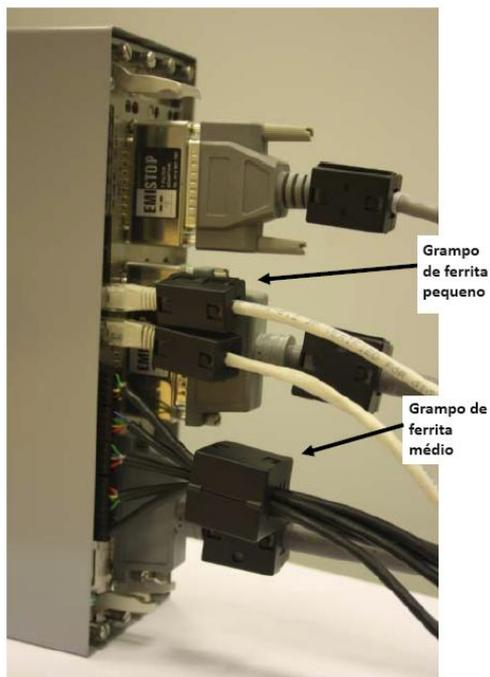

Figura 2-16. Grampos no módulo de CPU e Conexões Ethernet
8. Prenda um grampo de ferrita médio no cabeamento para as COMs 5, 6 e 7 e um grampo de ferrita pequeno no cabo Ethernet (veja a *Figura 2-16*).